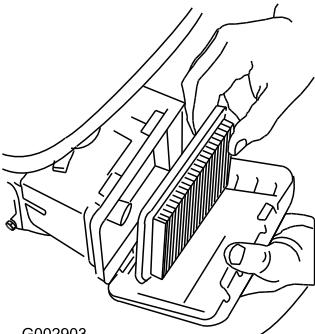

Bild 24
- Entfernen Sie den Luftfilter (Bild 24).